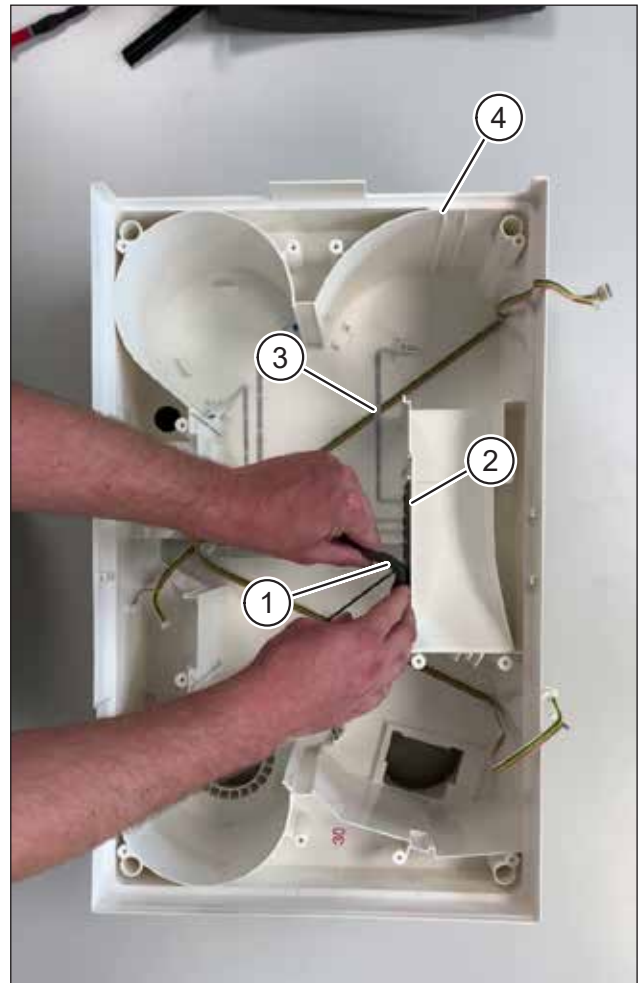

Abb. 8: Verteilerplatine entfernen
- ▶ Entfernen Sie den Halter (Pos. 1 in Abb. 8) über der Verteilerplatine.
- ▶ Lösen Sie die Steckverbindungen an der Verteilerplatine (Pos. 2 in Abb. 8).
- ▶ Entfernen Sie alle Kabel und Leitungen (Pos. 3 in Abb. 8) aus dem Gehäuse (Pos. 4 in Abb. 8).
| Gehäuse | ABS | Pos. 4 in Abb. 8 |
| Verteilerplatine | Elektr. Komponente | Pos. 2 in Abb. 8 |
| Halter über Verteilerplatine | PE-Schaum | Pos. 1 in Abb. 8 |